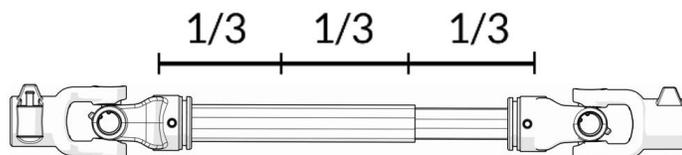

FIGURA 3
- Enganche la flecha cardán y verificar las longitudes para evitar algún desperfecto, si es necesario corte la flecha cardán a la medida necesaria, como se ve en la **FIGURA 3**.